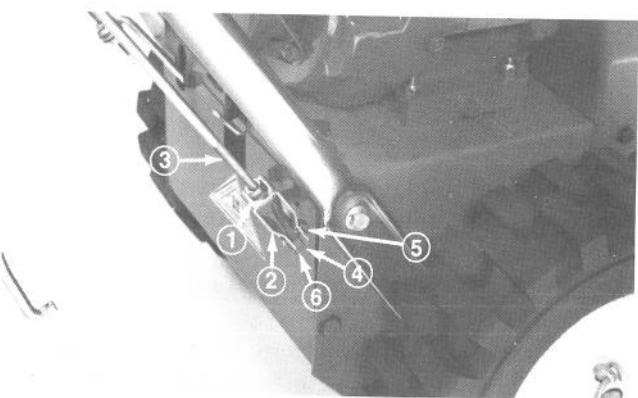

Abb. 7
1. Die Kontermutter oben am Gabelkopf auf dem oberen Gestänge lösen (Abb. 7).
2. Die Löcher im Gabelkopf und dem unteren Gestänge zur Deckung bringen, mit Splint befestigen (Abb. 7).
5. Nach der Verstellung den Gabelkopsplint einsetzen und mit Splint befestigen. Kontermutter fest anschrauben, um Gabelkopsplint zu halten (Abb. 7).